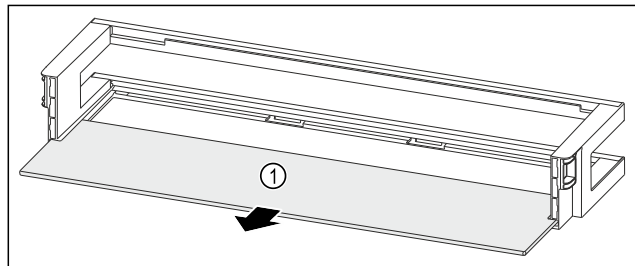

Fig. 50 Лотки на дверцятах з полицю
- ▶ Дістаньте полицю Fig. 50 (1).